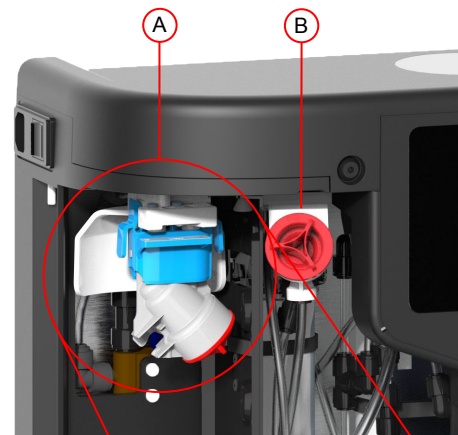

图 1
4. 出现提示时，将旁路组件用力推入到位(参见图 1 和 2)